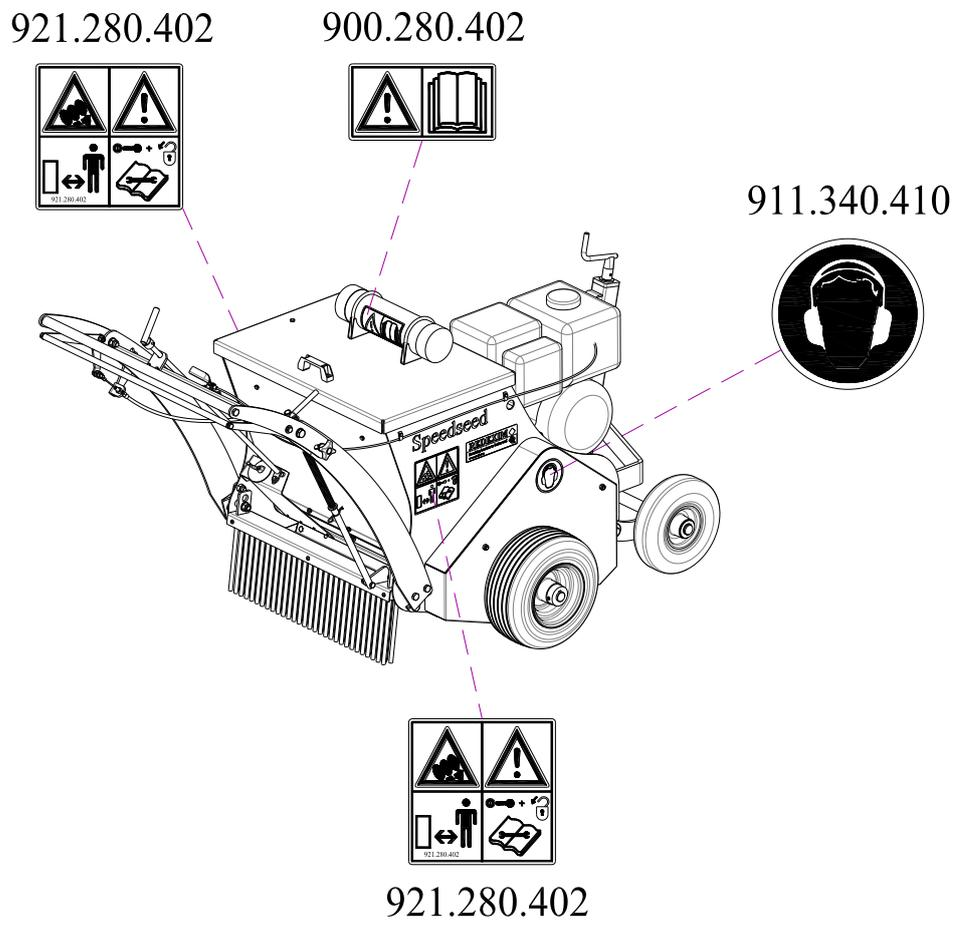

Abb. 6
An beiden Seiten der *Speedseed Walk Behind* sind auf den Seitenwänden und den Schutzhauben (Abb. 6) Sicherheitsaufkleber (Abb. 3, 4, 5) mit gleichlautender Bedeutung angebracht. Diese Sicherheitsschilder müssen immer gut sichtbar und lesbar sein. Beschädigte Schilder müssen ersetzt werden.
(7) Anbringung der Sicherheitsaufkleber. (Abb. 6)